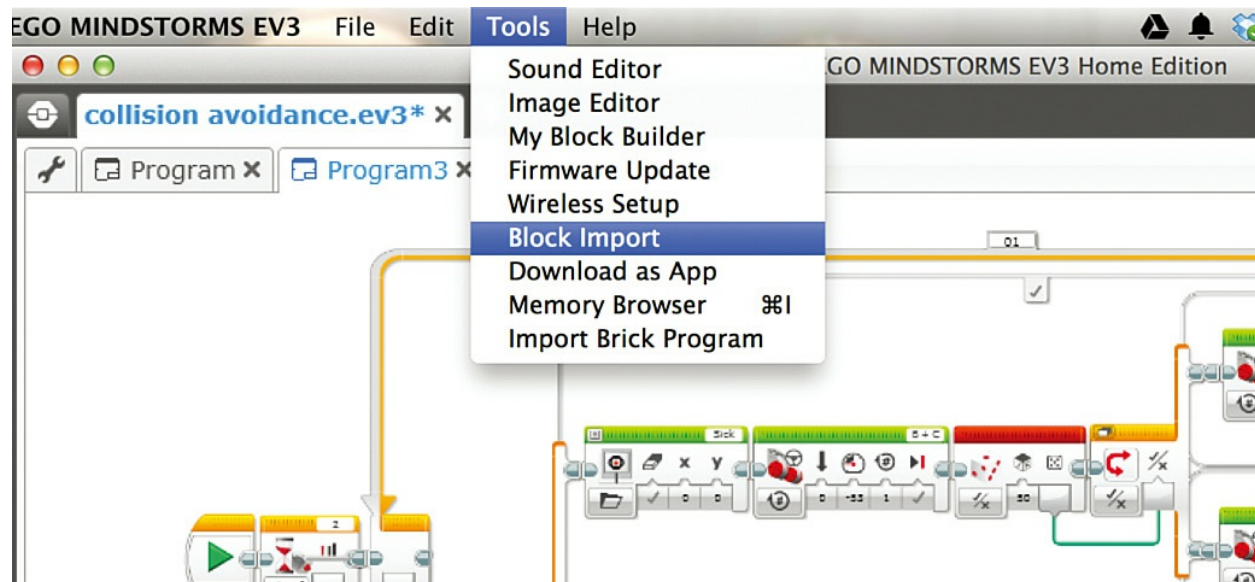

图9.14 模块导入允许你安装未默认安装的模块
1. 来到EV3家庭版软件并在菜单中选择“工具——模块导入”，如图9.14所示。